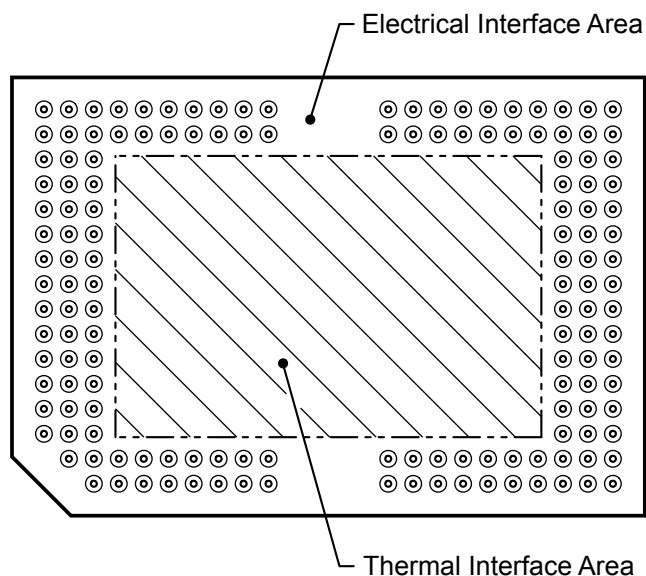

図 5-14. システム実装インターフェイスの荷重
(1) 負荷は、図 5-14 に示す対応する領域に均一に適用される必要があります。